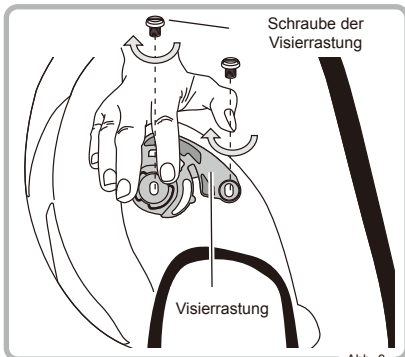

Abb. 3
- ② Setzen Sie die Visierrastung in den Hohlraum auf der Seite des Helms und gleichen Sie das Einsatzloch auf der Visierrastung mit dem Einsatzloch auf dem Helm ab.
- ③ Ziehen Sie die beiden Schrauben der Visierrastung im Uhrzeigersinn fest. Wiederholen Sie dieselbe Vorgehensweise bei den anderen Visierrastungen. Sämtliche Visierrastungen sind nun eingesetzt (Abb. 3).